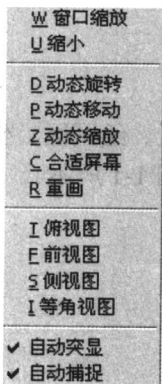

图 1-2 鼠标右键菜单
- ① 用鼠标单击主菜单区中相应的命令项，如“ 绘图”。
- ② 用鼠标单击辅助菜单区或工具栏的命令按钮，如“”。
- ③ 用键盘输入主菜单表区中相应的命令项前面的字母, 如“**C 绘图**”前的“C”。
- ④ 用键盘快捷键输入, 如“Alt + S”。
- ⑤ 用鼠标右键菜单选项。在绘图区单击鼠标右键, 出现如图 1-2 所示菜单, 单击相应的命令。